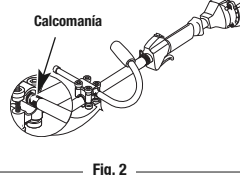

Fig. 2
8. Deslice la manija en J hacia adentro o hacia afuera hasta que la flecha/línea blanca de la calcomanía toque al conjunto de la abrazadera (Fig. 2).